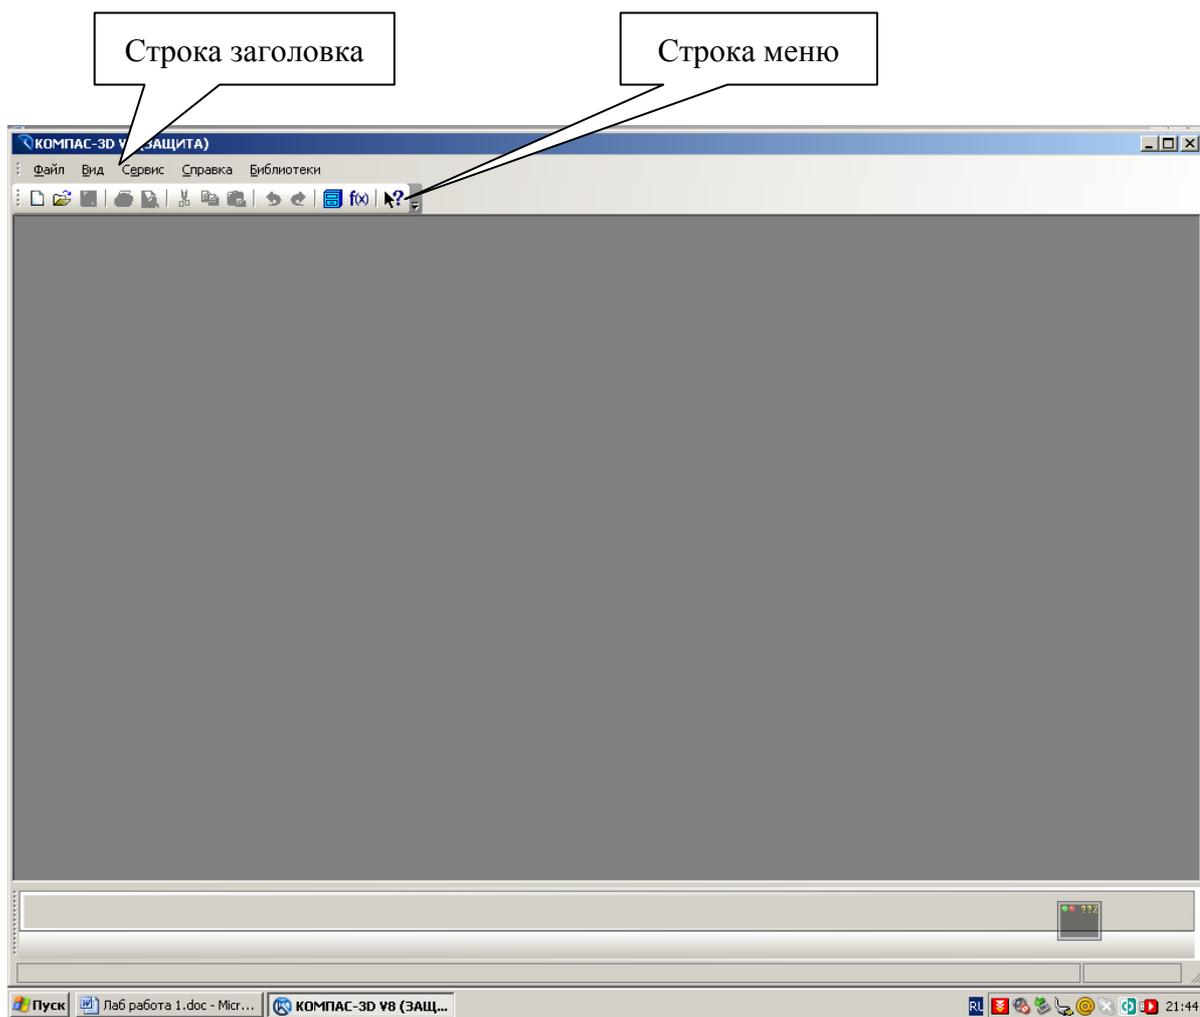

Рисунок 7
1. Нажмите кнопку **Пуск**, которая расположена в левом нижнем углу экрана (рисунок 7);
После окончания процесса загрузки на экране появится окно чертежно-графического редактора КОМПАС-3D V8 (рисунок 7).